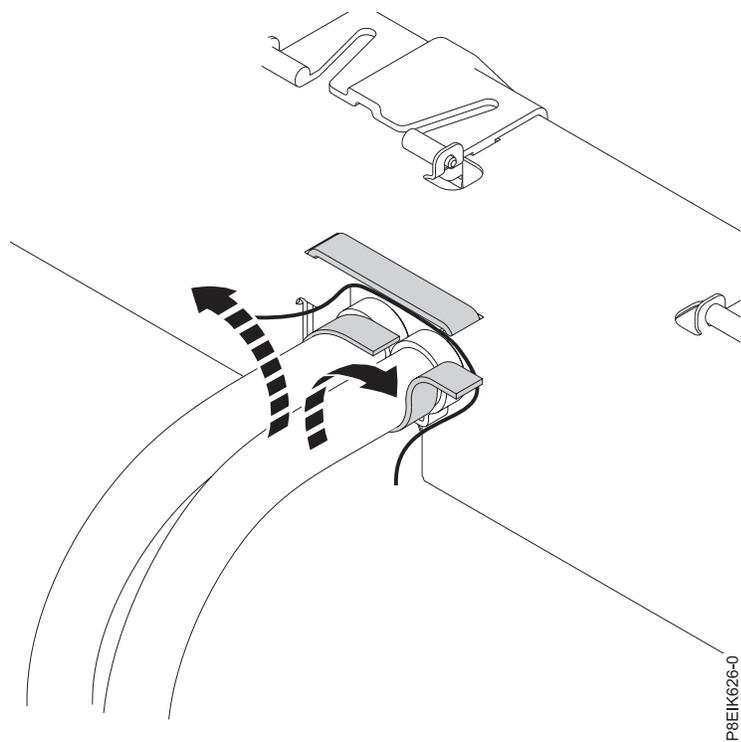

図 41. キャリアから冷却水ホースを外す
- すべての冷却プレートに対応する GPU モジュールまたはプロセッサ・モジュールに固定した後、冷却水ホースから面ファスナーを外します (図 41 を参照)。